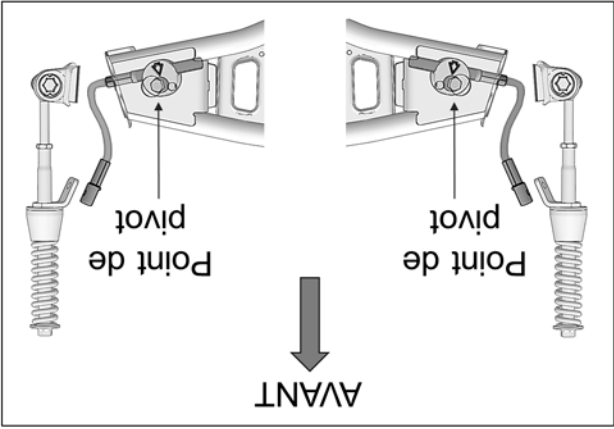

Fig. 34
17. À l'assemblage, assurez-vous que le point de pivot du disque en aluminium soit positionné en avant du câble du limiteur de conduite. Voir la Fig. 34